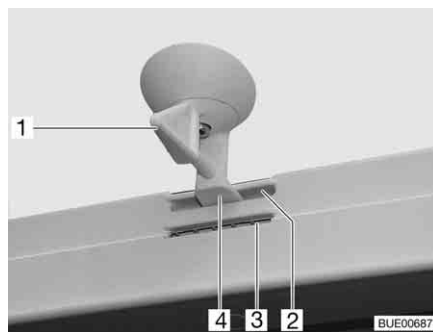
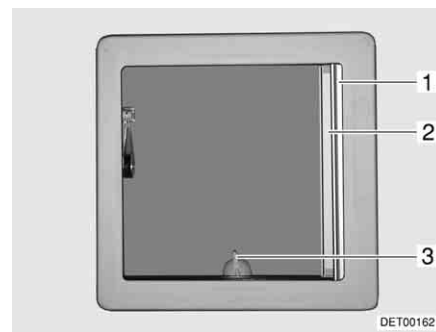

Fig. 47 Oblò inclinabile, bloccaggio
Fig. 48 Oblò inclinabile
- Ruotare la leva (Fig. 47,1 o Fig. 48,3) di un quarto di giro.
- Girare la leva di un quarto di giro. Il bloccaggio (Fig. 47,4) deve entrare nella feritoia inferiore (Fig. 47,3).
- Girare la leva di un quarto di giro. Il bloccaggio (Fig. 47,4) deve entrare nella feritoia superiore (Fig. 47,2).
- Tirare la tendina oscurante pieghevole (Fig. 48,1) fino alla posizione desiderata e rilasciare. La tendina oscurante pieghevole rimane in questa posizione.
- Estrarre la zanzariera a rullo (Fig. 48,2) fino a quando non scatta il bloccaggio dalla parte opposta.